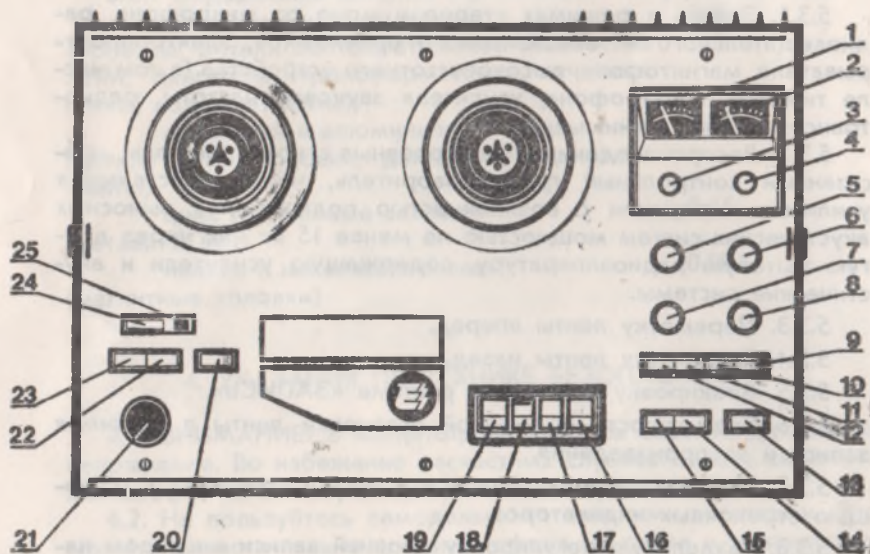
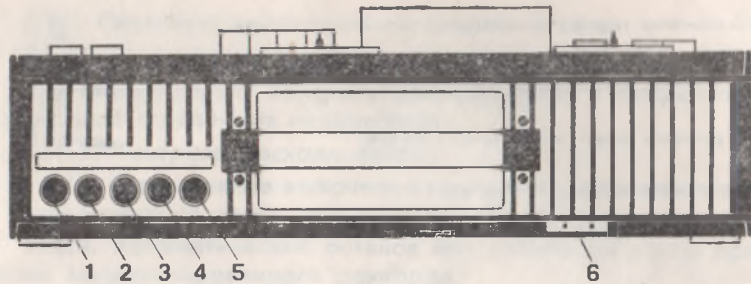

Рис. 1. Расположение органов управления на верхней панели:
Рис. 2. Расположение соединительных розеток на задней стенке магнитофона:
Внимание! При применении микрофона отличного от указанного в руководстве, для записи по 2 каналу необходимо применение дополнительного переходника для подачи сигнала на конт. 4 гнезда 1 (см. рис. 2).
5.5. На рис. 1 показано расположение органов управления на верхней панели, на рис. 2 — расположение входных гнезд и место подключения сетевого шнура, на рис. 4 — соединительные кабели, их назначение и схемы распайки.
Установите магнитофон на рабочее место. Снимите защитную крышку, нажав на фиксаторы на боковых гранях верхней панели. Присоедините сетевой шнур (см. рис. 2) к сетевой розетке магнитофона и включите его в сеть. Нажмите кнопку включения (см. рис. 1, поз. 22 или 23) выбранной Вами скорости. При этом Вы сможете проконтролировать включение магнитофона в сеть по освещению индикаторов уровня записи-воспроизведения (рис. 1, поз. 1, 2).
Переход на другую скорость производится только через нажатие кнопки выключения сети (рис. 1, поз. 20).
Режим воспроизведения включается нажатием клавиши включения режима «Пуск» (рис. 1, поз. 17). При этом стереофоническое воспроизведение включается нажатием кнопок воспроизведения (рис. 1, поз. 11, 12) левого и правого канала одновременно, а монофоническое воспроизведение — нажатием соответствующей кнопки воспроизведения левого или правого канала.
При прослушивании фонограмм через головные телефоны и акустические системы громкость прослушивания подбирается поворотом регуляторов уровня громкости левого и правого каналов (рис. 1, поз. 7, 8), а необходимые Вам оттенки звучания — поворотом регуляторов тембров низких и высоких частот (рис. 1 поз. 5, 6).
После окончания прослушивания ленты нажмите клавишу «ОСТАНОВ» (рис. 1, поз. 18). Клавиша 4 «ОСТАНОВ» не включает режим временной остановки ленты.
Включите магнитофон и заправьте ленту как указано в п.п. 6.1 и 6.2. Установите регуляторы уровня записи (рис. 1, поз. 3, 4) в среднее положение. Нажмите кнопку временной остановки ленты (поз. 13). Нажмите кнопку «ЗАПИСЬ 1» (поз. 15) для ле-
Для перемотки ленты с катушки на катушку назад нажмите клавишу перемотки назад (см. рис. 1, поз. 19), для перемотки вперед — клавишу перемотки вперед (поз. 16).
Для быстрого нахождения записей на ленте ведите их учет по показаниям счетчика. Сброс показаний счетчика производится нажатием кнопки (см. рис. 1, поз. 25) до упора. При необхо-
Для выключения магнитофона нажмите клавишу «ОСТАНОВ» и кнопку выключения магнитофона из сети (рис. 1, поз. 20).